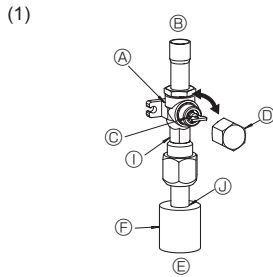

Fig. 4-6
- Gaszijde van de RP100-250 (Fig. 4-6)